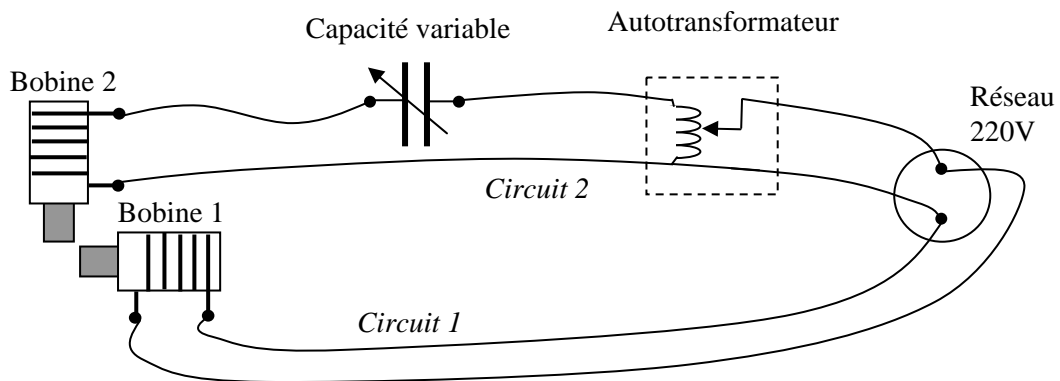

Figure 9
Pour générer un champ tournant avec deux bobines, il faut les positionner dans l'espace à 90° l'une de l'autre et les alimenter avec deux courants déphasés de 90° et possédant les mêmes valeurs efficaces. Pour réaliser ces conditions, nous vous proposons le montage de la figure 9.
- Réalisez le montage de la figure 9 en plaçant un wattmètre aux bornes du circuit 2 (c'est-à-dire en sortie de l'autotransformateur). **Faites vérifier le montage.**